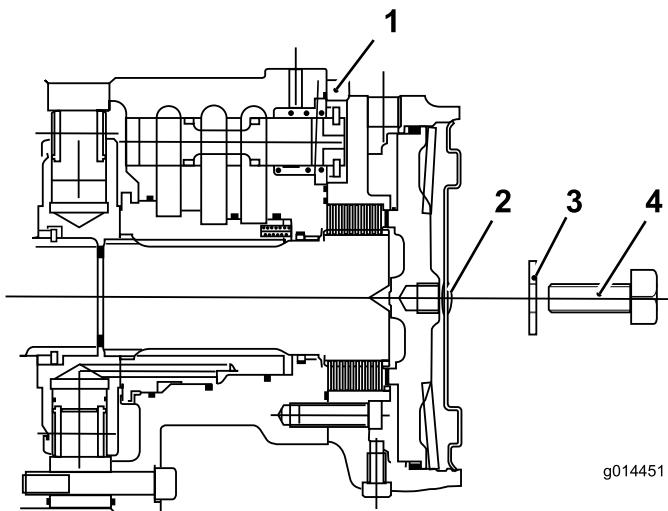

**Figura 36**
6. Rimuovete il tappo esagonale dal gruppo del freno del motore della ruota anteriore destra (Figura 36).